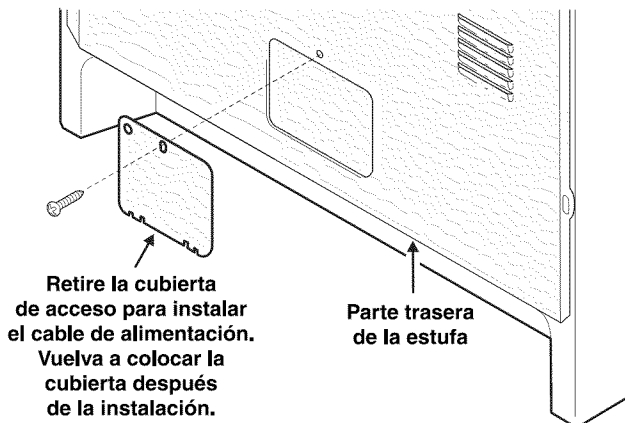

Fig. 25
Se debe retirar la cubierta de acceso trasera. Para retirar, afloje el tornillo central (un tornillo) y retire la cubierta de acceso. De este modo tendrá acceso al tablero de bornes. (Ver Fig. 25).
5. Asegúrese de que todas las tuercas estén firmemente apretadas y vuelva a colocar la cubierta de acceso trasera (Ver Fig. 25).
3. Asegúrese de que todas las conexiones estén firmemente apretadas y vuelva a colocar la cubierta de acceso trasera (Ver Fig. 25).
5. **(Conexiones permanentes trifilares y tetrafilares)** Asegúrese de que todas las tuercas estén firmemente apretadas y vuelva a colocar la cubierta de acceso trasera (Ver Fig. 25).